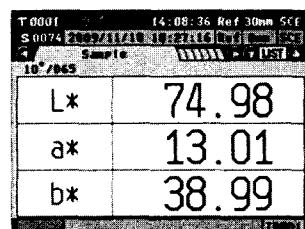

Рисунок 44
8.4.1.2.3 Нажмите на кнопку «TARGET/SAMPLE», откроется экран «Sample» (рисунок 44).